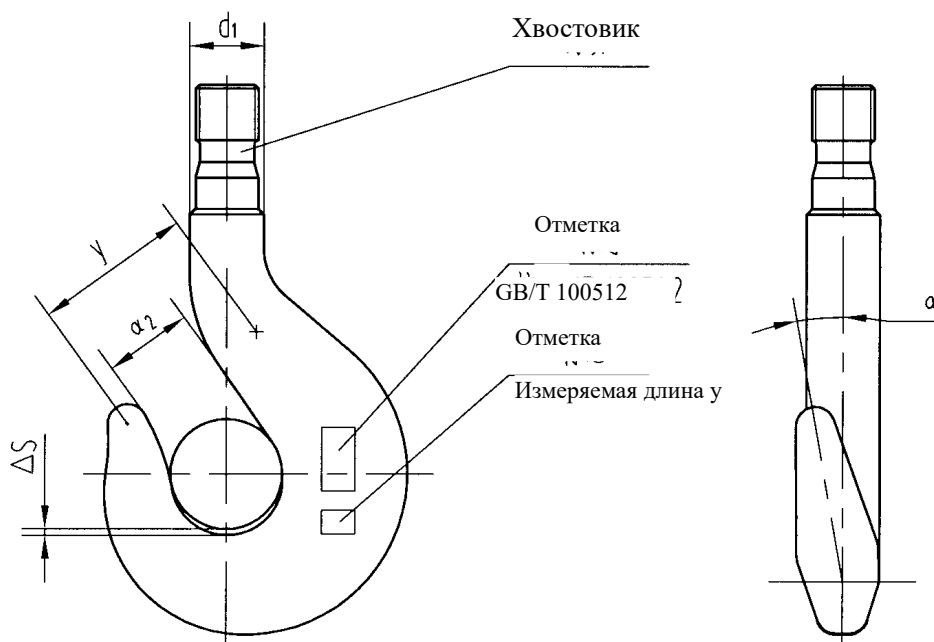

Рис. 14-01 Проверка крюковой подвески
а. Проверьте степень открытия головки крючка α_2 или измеряющую длину y (см. Рис. 14-01), значение не должно превышать 10% фактического размера нового крюка; не должно быть видимых постоянных деформаций на хвостовике крюка, гайке и боковой пластине.
- б. Проверьте угол изгиба рога крюка. Угол изгиба α (см. Рис. 14-01) не должен превышать 10° .
- 3) Износ: допустимый износ ΔS зева крюка (см. Рис. 14-01) не должен превышать 5% от базового размера.